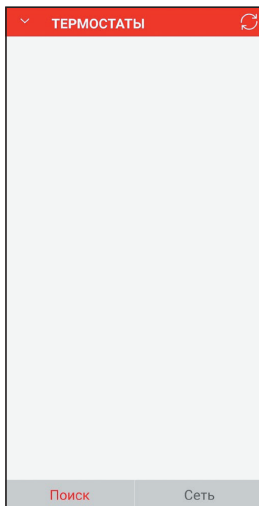

Рис. 8
**8.3.1.** Запустите приложение Valtec «Heat Control». После загрузки приложения появится окно «Термостаты». Нажмите кнопку «Сеть» для настройки WIFI-соединения (рис. 8).